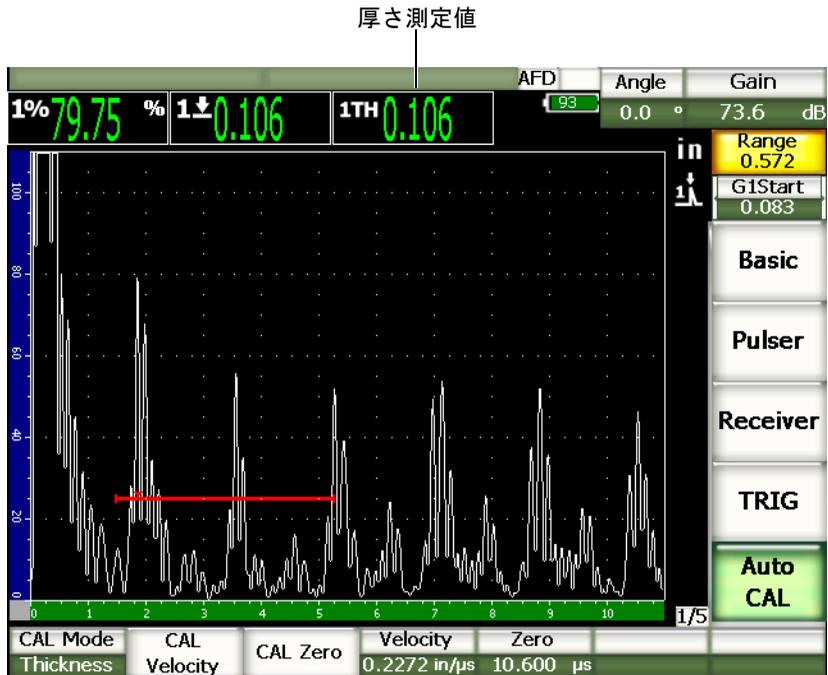

図 9-4 ゲートと校正信号の例
9. **[ゲイン]**を押し、エコー振幅がおおよそ 80 % になるようにゲインを調整します。厚さ測定値は A- スキャンの上に大きな文字で表示されます（144 ページ図 9-4 参照）。